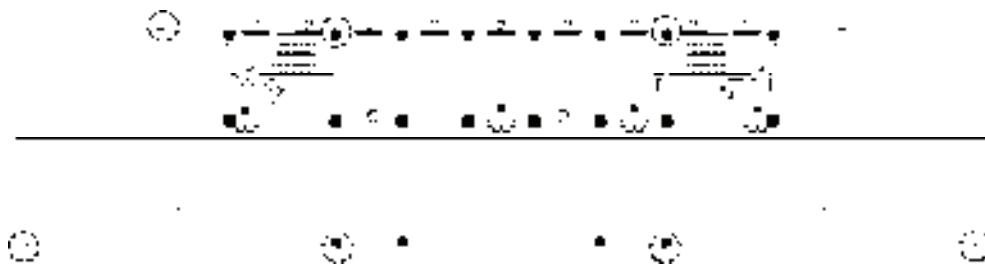

图 15-90 绘制屋面排水管
15) 绘制排水管。调用“圆形”命令，绘制半径为 50mm 的圆形；调用“复制”命令，移动复制圆形，完成屋面排水管的绘制，结果如图 15-90 所示。